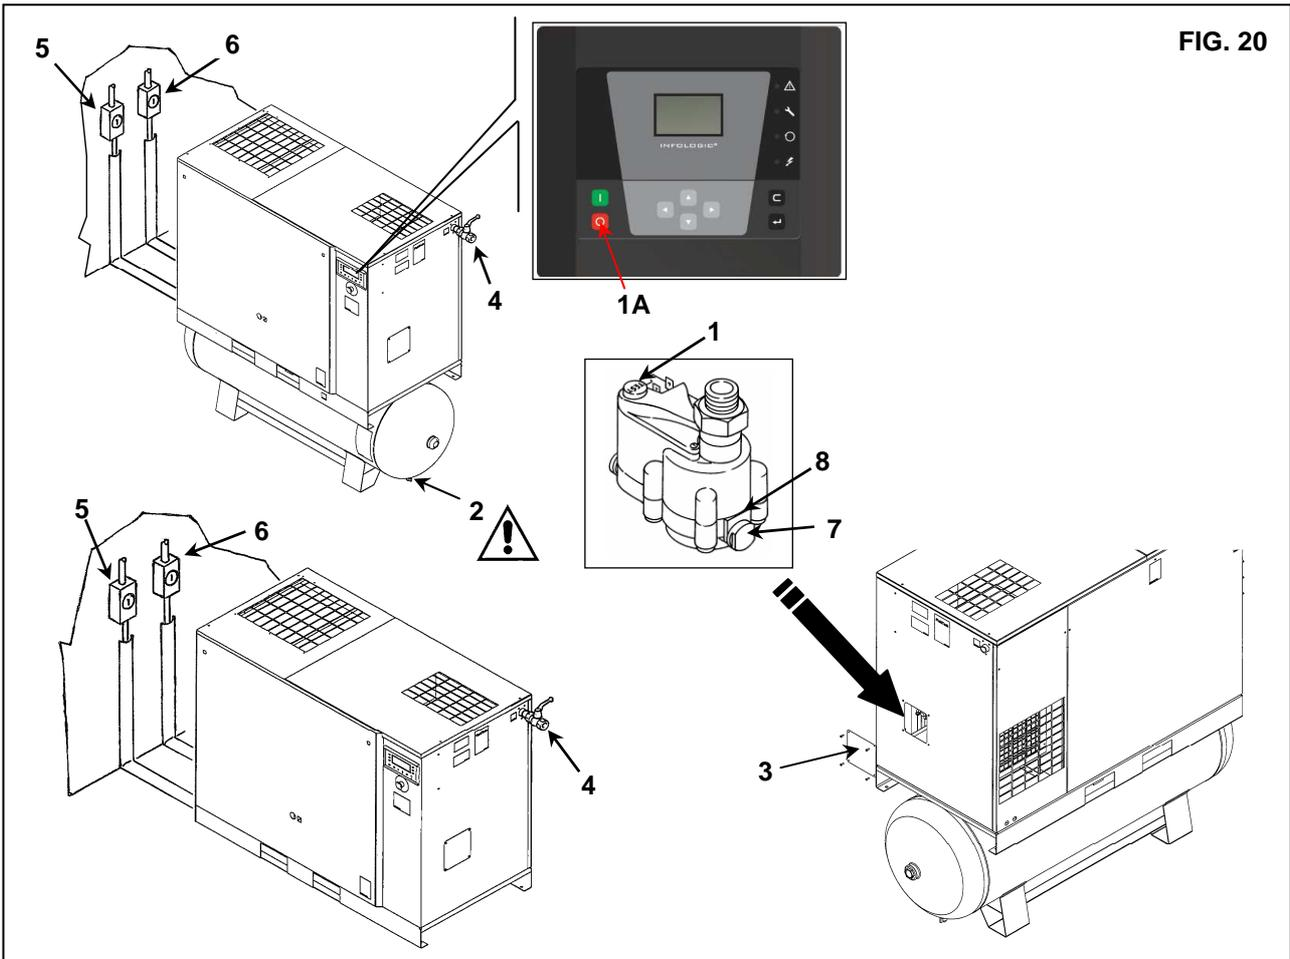

FIG. 20
È necessario controllare lo scarico automatico e manuale delle condense (Rif. 1 ogni 500 ore e Rif. 2 ogni 24 ore di servizio) Fig. 20.
- Togliere il pannello Rif. 3 Fig. 20
- Premere il pulsante "TEST" Rif. 1 Fig. 20 per qualche secondo e verificare che la condensa venga scaricata correttamente attraverso il tubo di scarico.
- Controllare lo scarico manuale della condensa del serbatoio in modo da verificare che la condensa sia correttamente scaricata attraverso il rubinetto Rif. 2 Fig. 20 (**spurgare ogni giorno**).
- Chiudere il rubinetto Rif. 4 Fig. 20
- Depressurizzare l'essiccatore premendo il pulsante "TEST" scarico condensa (per circa 10-20 secondi) Rif. 1 Fig. 20
- Spegner la macchina agendo sul pulsante Rif. 1A Fig. 20: in questo modo la macchina si fermerà dopo 45 secondi di marcia a vuoto.
- Disconnettere l'alimentazione mediante il sezionatore Rif. 5 Fig. 20 (per compressore a vite) e Rif. 6 Fig. 20 (per essiccatore se presente).
- Depressurizzare il serbatoio aprendo il rubinetto scarico condensa Rif. 2 Fig. 20.
- Togliere il tappo Rif. 7 Fig. 20
- Rimuovere il filtro Rif. 8 Fig. 20
- Rimontare il pannello Rif. 3 Fig. 20